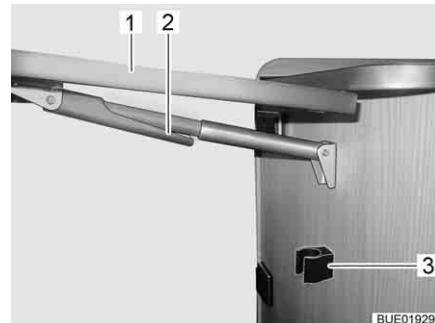

Fig. 48 Chiusura del tavolo ribaltabile su bancone
- Afferrare il tavolo ribaltabile su bancone (Fig. 48,1) sull'esterno e sollevarlo leggermente. Con l'altra mano ruotare e abbassare il dispositivo di fissaggio (Fig. 48,2) sul supporto telescopico.
- Orientare il piano del tavolo verso il basso, finché il supporto telescopico non ingranà nel supporto (Fig. 48,3).